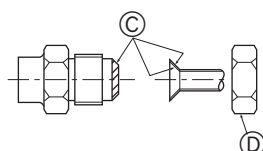

Fig. 5-6
(A) (Fig. 5-6)
(B) (Fig. 5-6)
### 5.5. Forbindelsesrør (Fig. 5-6)